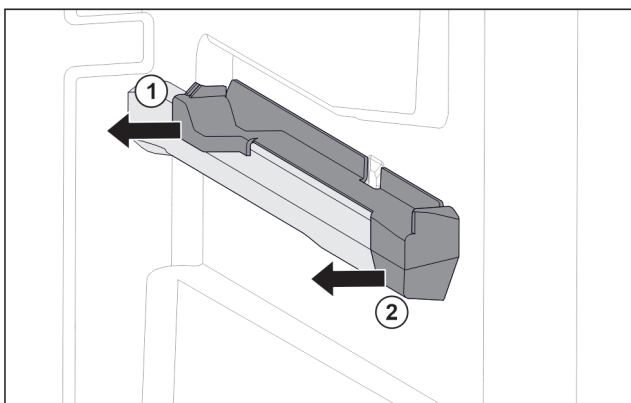

Fig. 30 Вставная часть на правом контейнерном ребре
- ▶ Отодвиньте вставную часть сзади в сторону. Fig. 30 (1)
- ▶ Отодвиньте вставную часть спереди в сторону. Fig. 30 (2)